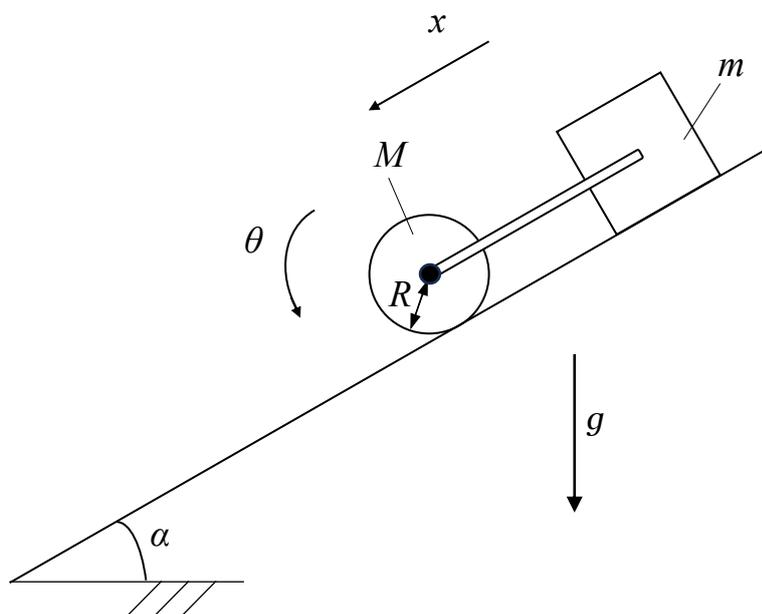

図 A1-1
(1) 以下の各文中の (ア) (エ) (カ) (ク) (コ) に最も適切な語句を、(イ) (ケ) には最も適切な式を、(ウ) (オ) (キ) には最も適切な数値と単位を入れて文を完成させなさい。
- ① 一定速さ v で半径 r の円運動をする質点の加速度は (ア) 向きに (イ) の大きさをもつ。
- ② 質量 9.0 kg の質点が、半径 2.0 m の円軌道上を大きさ 0.50 rad/s の角速度で周回している。このとき、向心力の大きさは (ウ) である。
- ③ 回転する物体の (エ) は慣性力の一種であり、観測者が回転座標系にいるときに感じられる。
- ④ 半径 0.50 m の円板が角加速度 4.0 rad/s^2 で回転を始めたとき、円周上の点の加速度の大きさは (オ) である。
- ⑤ 剛体の回転運動において、力のモーメントは (カ) と角加速度の積で表される。
- ⑥ 質量 2.0 kg 、半径 0.30 m の一様な円板が角加速度 5.0 rad/s^2 で回転するのに必要な力のモーメントの大きさは (キ) である。
- ⑦ 質点の角運動量は、質点の位置ベクトルと (ク) との外積で定義されるベクトルである。
- ⑧ ある点 O から水平距離 L の位置に静止していた質量 m の物体が鉛直下方に自由落下を始めた。空気抵抗は無視するものとし、重力加速度を g とする。時間 t 秒後の点 O まわりの角運動量の大きさは (ケ) であり、その時間変化の割合は点 O まわりの (コ) に等しい。
(2) 質量の無視できる棒で連結された質量 M 、半径 R の円柱と質量 m のおもりが、図 A1-1 のように静止状態から斜面（水平面とのなす角 α ）に沿って落下する。棒は円柱の中心軸と連結し、円柱の回転は棒に妨げられないものとする。また、円柱はすべらずに転がり、おもりはすべる。重力加速度を g とし、斜面とおもりの間の動摩擦係数を μ とする。また、連結物体の斜面に沿った位置を x （下る向きを正）、円柱の回転角を θ （時計の針と逆向きを正）とする。